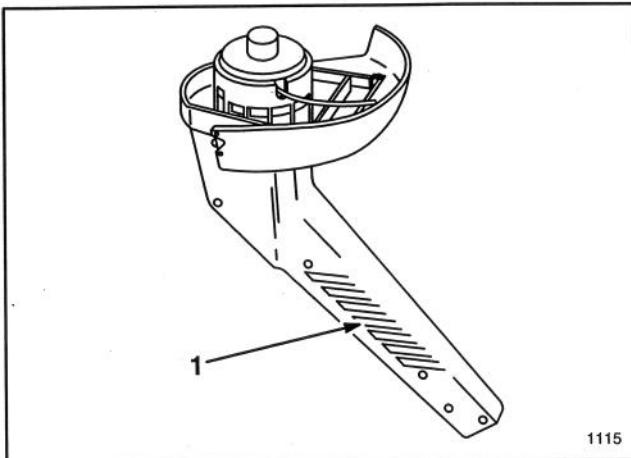

Figure 23
- Dégager les débris des trous d'admission d'air de chaque côté du carter moteur (Fig. 23).